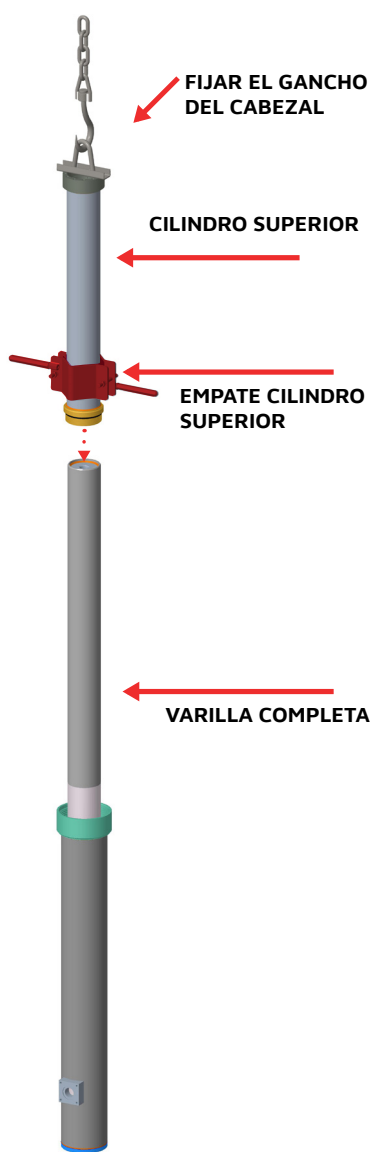

Fig 11
9. Retirar los empates de la varilla y depositarlos en la parte inferior del cilindro; Retire el gancho de transporte (Fig 11)
10. Fijar el gancho de transporte al cabezal soldado utilizando los dos tornillos suministrados (Fig 11)